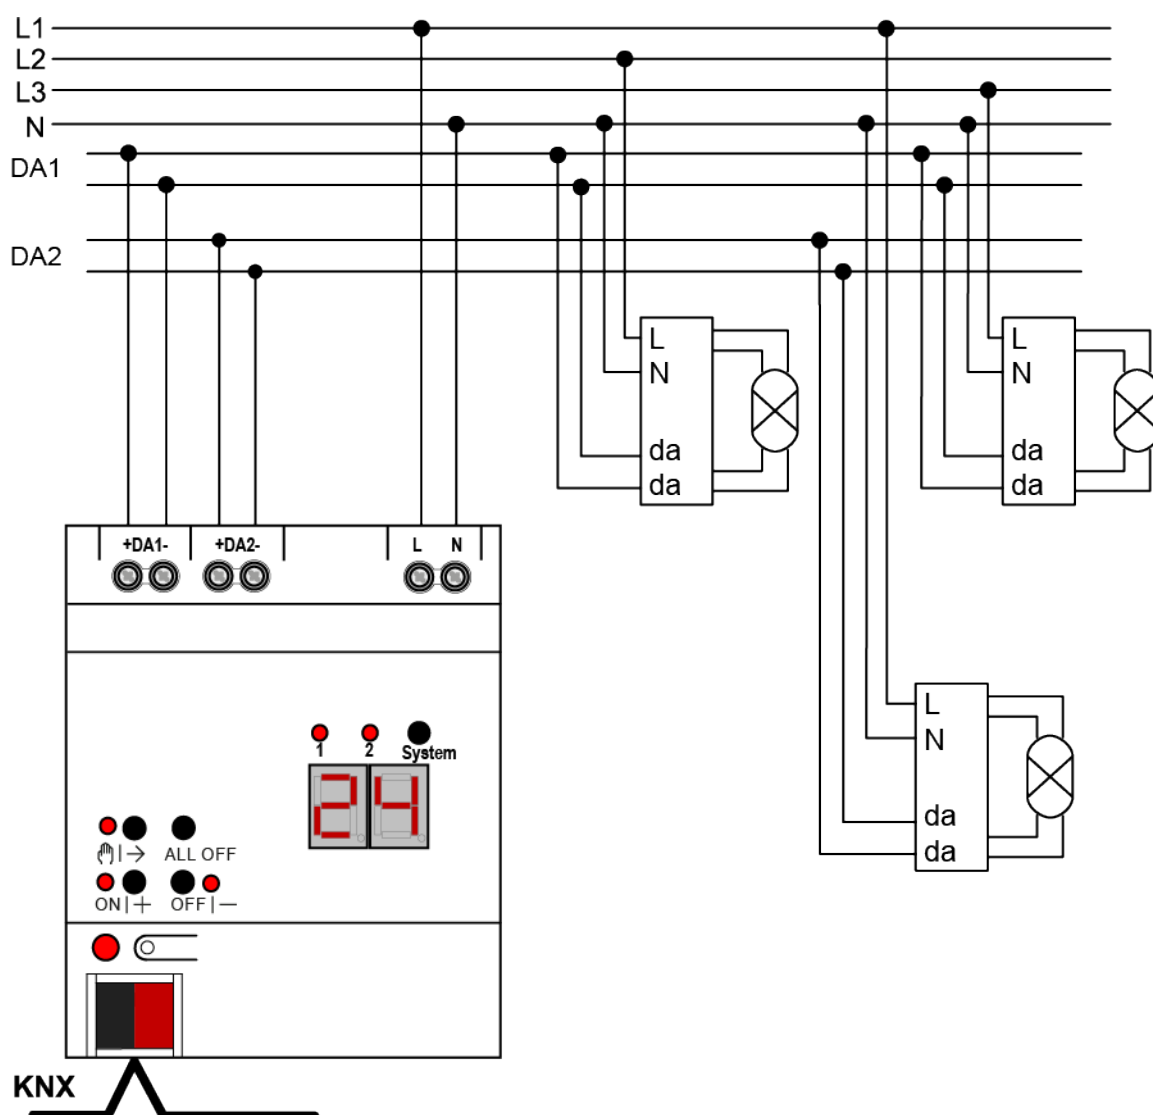

Figure 2: Exemple de raccordement passerelle DALI double
- Raccorder l'appareil selon l'exemple de raccordement (voir figure 2)